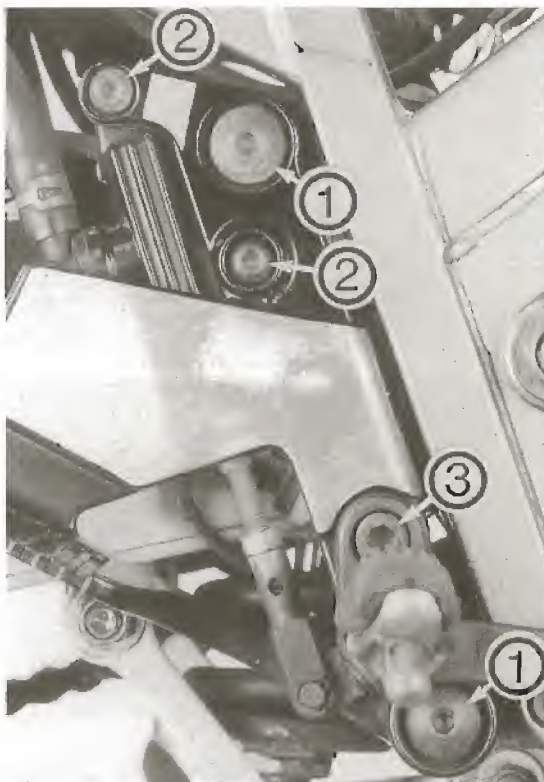

Bild 40
- Befestigungsschrauben ① Bild 40 ausdrehen und Halterung abnehmen.